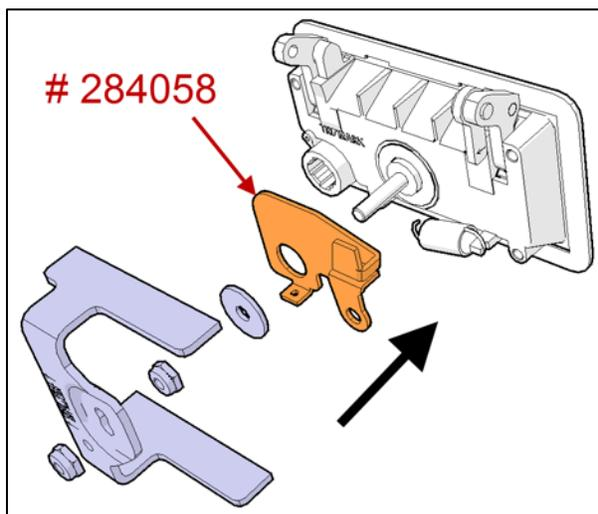

FIGURE 3
6. Installer les pièces restantes avec le nouveau levier (pièce #284058, Figure 3).